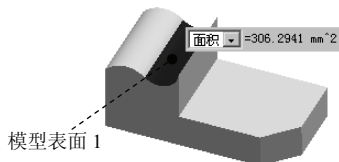
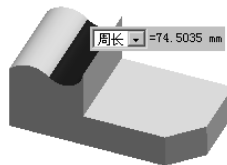

图 7.1.11 测量面积
图 7.1.12 测量周长
Step4. 测量模型表面面积。选取图 7.1.11 所示的模型表面 1，系统显示这个曲面的面积结果。
Step5. 测量曲面的周长。在图 7.1.11 所示的结果中选择**面积**下拉列表中的**周长**选项，测量周长的结果如图 7.1.12 所示。